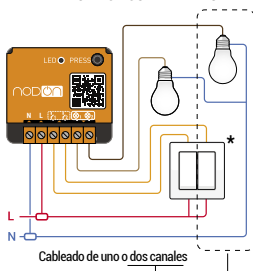

Figura 1
- Realice el cableado del módulo según el esquema de la figura 1.